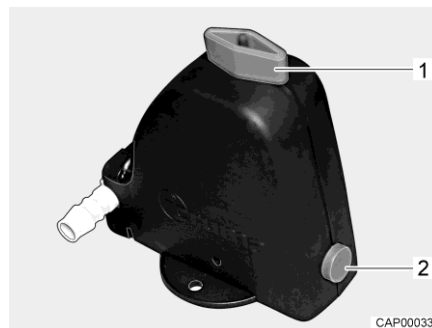
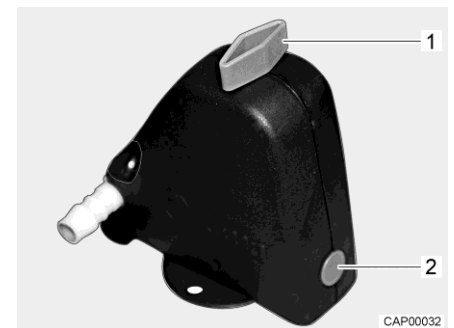

Fig. 86 Válvula de seguridad/purga abierta
Fig. 87 Válvula de seguridad/purga cerrada
- Cerrar la válvula de seguridad/purga. Para ello, girar el botón giratorio (Fig. 86,1) a la posición transversal en referencia a la válvula de seguridad/purga y hundir el botón (Fig. 86,2). La válvula de seguridad/purga cerrada se muestra en Fig. 87. A temperaturas inferiores a 6 °C, la válvula de seguridad/purga no se deja cerrar.